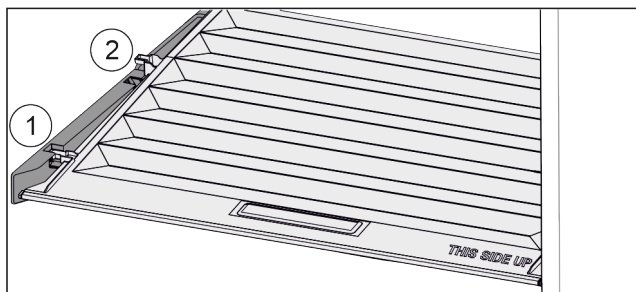

Fig. 84
- ▶ Veko potiahnite dopredu až k otvoru v prídržných dieloch Fig. 84 (1).
- ▶ Vzadu ho nadvihnite zospodu a zložte smerom nahor Fig. 84 (2).